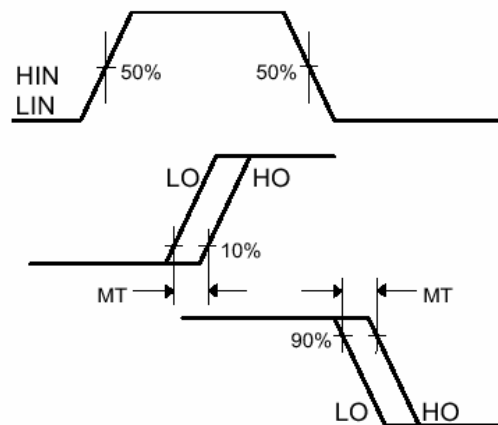

図 3 遅延時間の整合性の定義
- MT (遅延時間の整合性、ハイサイドとローサイドのオン/オフ) : HIN と LIN が同時に加わったと仮定して、各出力電圧が最大値の 10%に達したとき (オンのとき)、または最大値の 90%に減少したとき (オフのとき)、そのときの LO と HO の出力の間の時間差のことです。この遅延時間の時間差が短いほど整合性がとれているので、回路の特性は良くなります。図 3 (データシートの図 6) を参照してください。